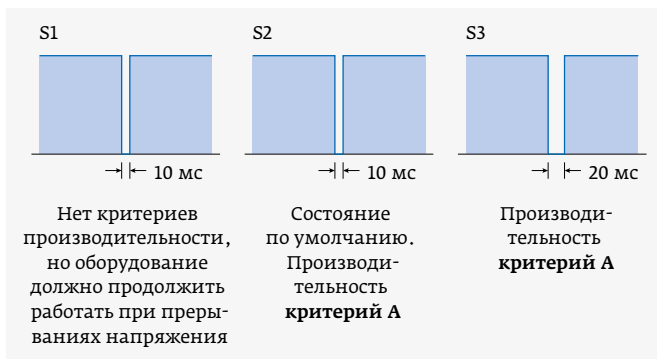

Рис. 4. Прерывание подачи питания
**Прерывание питания.** Из-за короткого замыкания по шине постоянного тока, вызывающего последующее срабатывание предохранителя или автоматического выключателя, входное питание за минимальное время падает до нуля (рис. 4).